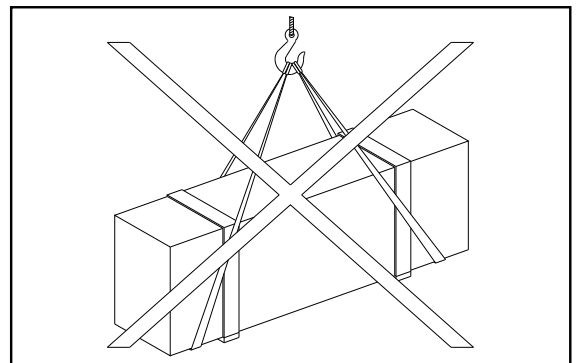

Fig.2 Packing and moving
**Non sollevare o spostare MAI il sollevatore mediante fascie o imbracature per il sollevamento (Fig.2).**
**NEVER attempt to hoist or transport the unit using lifting slings (Fig.2).**